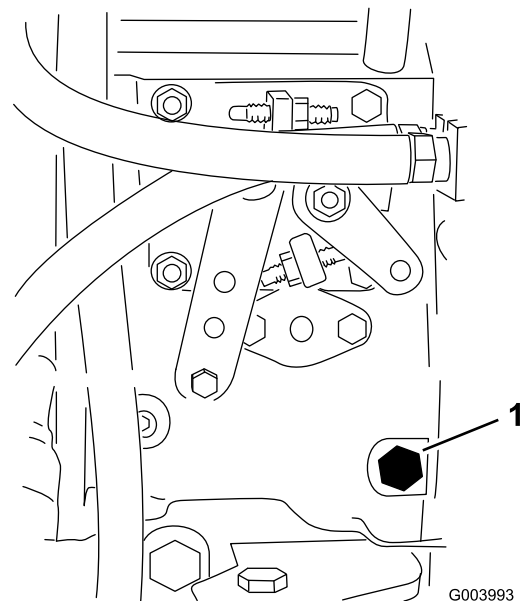

Figura 35
3. Abra el tornillo de purga de aire de la bomba de inyección de combustible (Figura 35) con una llave de 12 mm.